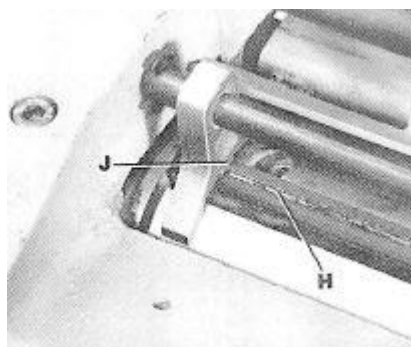
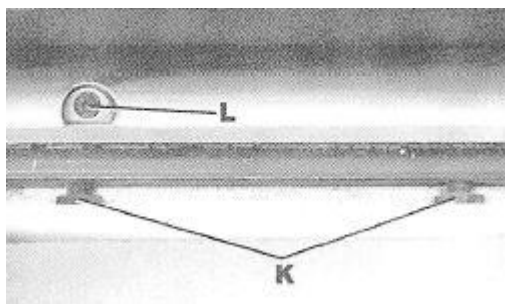

Рис. 46
Рис. 47
2. Если ножи отрегулированы правильно, то нож (Н), Рис. 46, должен только касаться нижней части прибора (J) на каждом конце прибора. Таким же образом проверьте оставшиеся два ножа.
3. Если какой-либо из ножей требует регулировки, то слегка ослабьте стопорную планку ножа в каждом из трех пазов для ножей, повернув стопорные винты (два из которых показаны как (К) на Рис. 47 по часовой стрелке в стопорную планку для снятия напряжения во фрезерной головке, но без нарушения настройки ножей.
4. Для регулировки ножа, который необходимо переустановить, ослабьте все пять стопорных винтов, два из которых показаны как (К) на Рис. 47, повернув их по часовой стрелке в стопорную планку. Затем с помощью прилагаемого гаечного ключа поверните винт (L), Рис. 47, против часовой стрелки для опускания или по часовой стрелке для подъема ножа на каждом конце фрезерной головки, пока режущая кромка ножа (Н), Рис. 46, не коснется нижней части прибора (J). Затем прижмите стопорную планку ножа, слегка отвернув пять стопорных винтов, два из которых показаны как (К) на Рис. 47, напротив паза для ножа. ВАЖНО: ПОКА ЗАТЯНИТЕ НОЖ В ПАЗУ
Е. После установки всех трех ножей вытащите и затягивайте пять стопорных винтов, два из которых показаны как (К) на Рис. 47, напротив паза, начиная с концевых винтов, затем центральных винтов, пока нож не будет надежно удерживаться во фрезерной головке. Таким же образом затяните оставшиеся два ножа.
В. Вставьте ножи, стопорные планки ножей и винты во все три паза на фрезерной головке. Отверните стопорные винты, два из которых показаны как (К) на Рис. 47, ровно настолько, чтобы удерживать все три ножа во фрезерной головке.